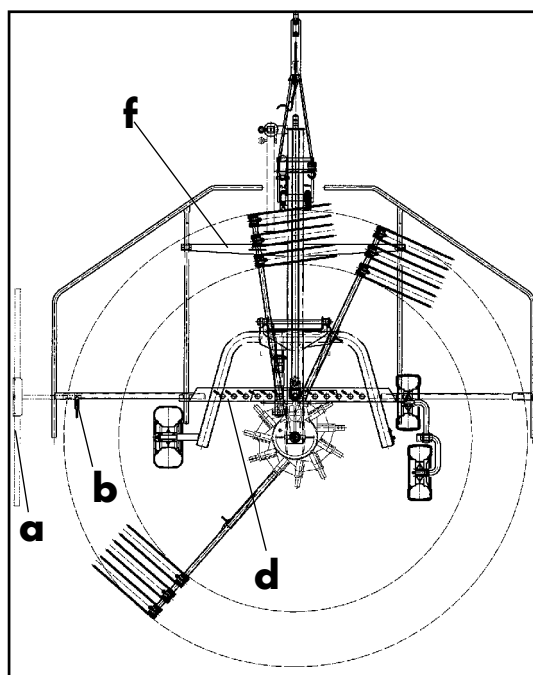

Fig. 3-9
- Rabattre l'étrier de protection vers le bas (fig. 3-9).
- Retirer la planche d'andainage (a), pivoter le drap d'andain vers le haut, faire entrer la planche d'andainage et la bloquer au moyen de la vis à garret et du contre-écrou (b) (fig. 3-9).
- Enlever les supports de dents qui dépassent et les monter sur le support transversal arrière (d) (fig. 3-9).
- Fixer le dispositif de protection de la toupie (f) et le bloquer (fig. 3-9).